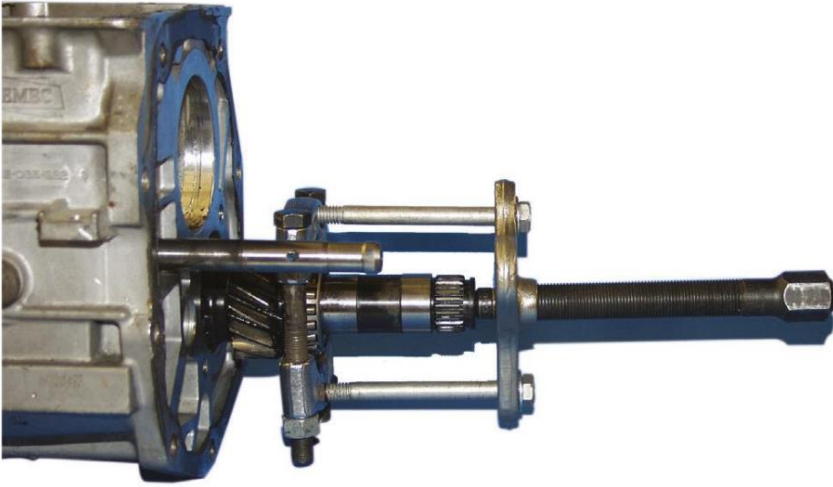

Figura 7. Un cojinete trasero que se quita utilizando un extractor de engranajes/cojinetes.
4. Retire el rodamiento trasero y luego el conjunto del eje principal. Esto suele implicar el uso de un extractor para extraer los rodamientos. Figura 7.